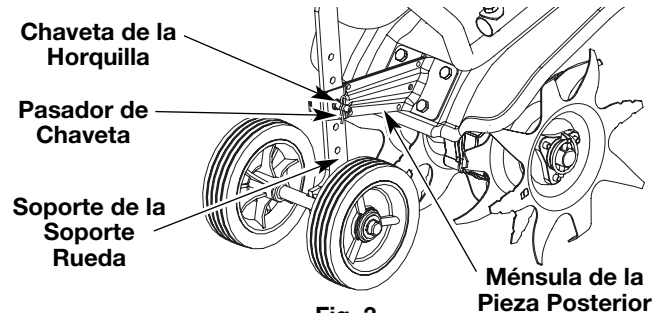

Fig. 3
2. Extraiga la chaveta de retén de la chaveta de horquilla y deslice la chaveta hasta extraerla de la ménsula de la pieza posterior (Fig. 3).